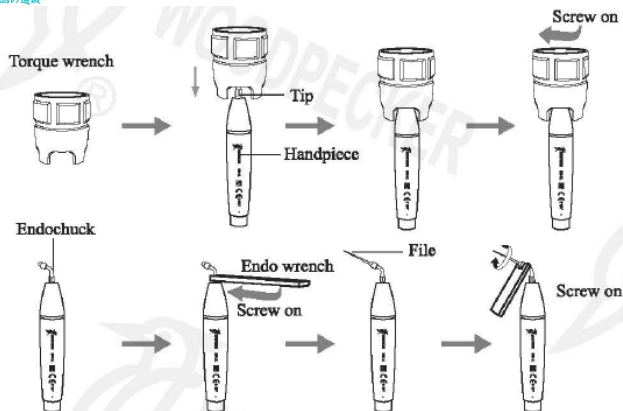

図4
①図4に示すようにレンチを取り付けます。
2.2.3 要件に応じて適切なサイズのフィップを選択し、指定されたトルクでランドピースにしっかりとねじ込んでください（図4を参照）。
振動によってチップが緩んでいる。	チップをしっかりと締め付ける(図4参照)。